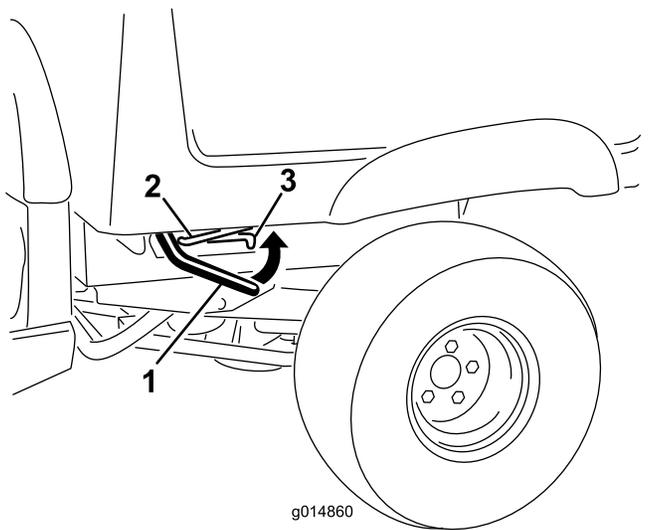

Figura 12
1. Alzate le leve ai lati del pianale e sollevatelo (Figura 12).
1. Sollevare il pianale alzando leggermente la leva del dispositivo di fermo (Figura 12).